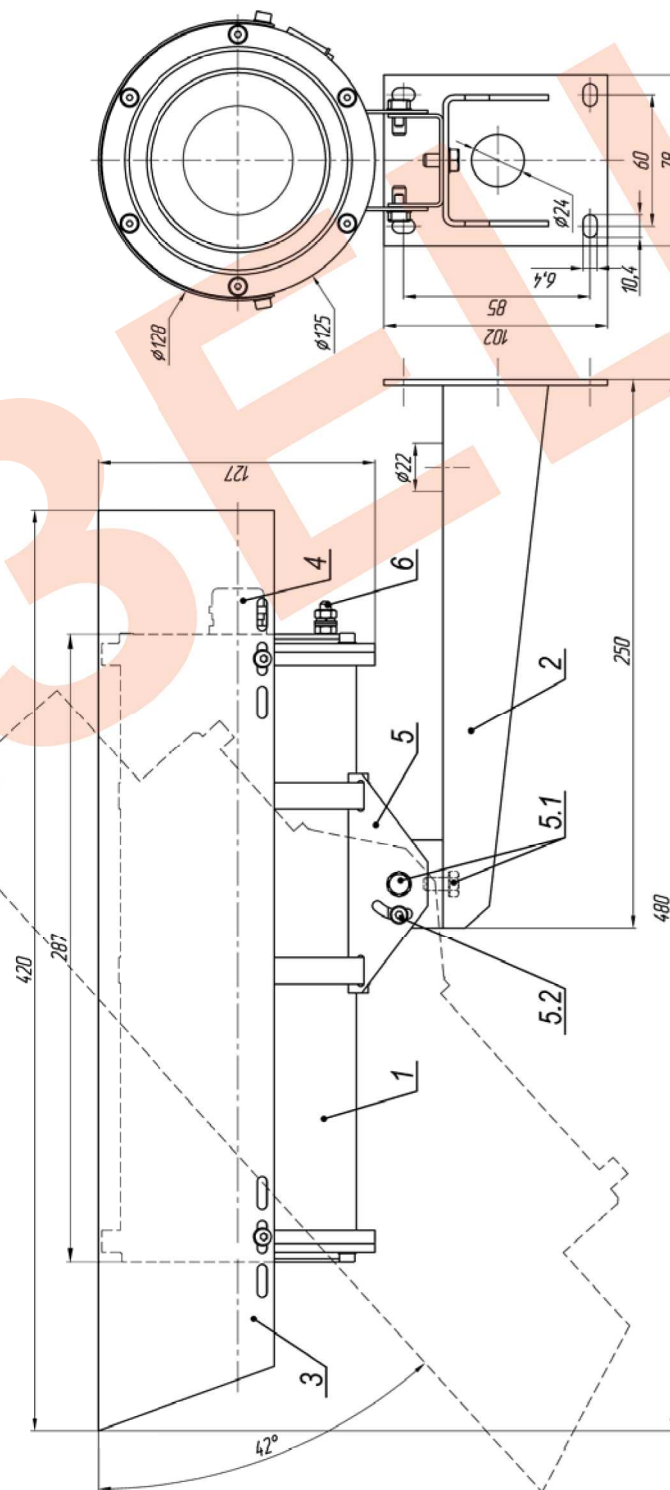

Рис.1 Габаритные и установочные размеры ТВК-194 IP
2. Ослабив болты и винты фиксации шарнира (поз.5.1 и 5.2 рис.1), установить гермобок на нужное направление обзора, после чего надежно зафиксировать шарнир затянув выше перечисленные болты и винты.
3. Заземлить гермобок с помощью болта заземления (поз.6 рис.1).
Состав изделия: (см. рис.1)